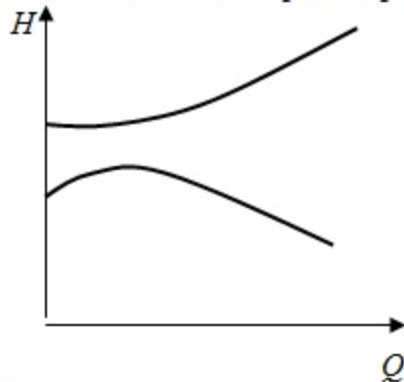

Рис. 12. Режим роботи відсутній.
4. Режим роботи відсутній (рис. 12) – якщо характеристики не перетинаються.